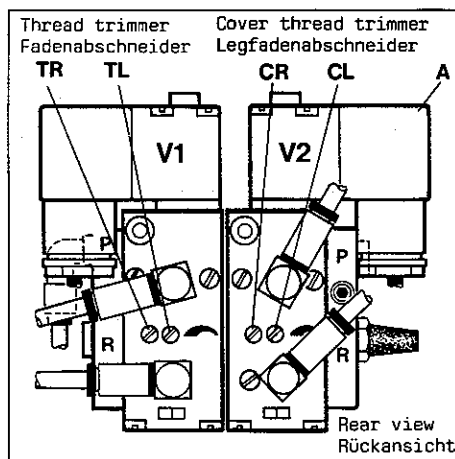
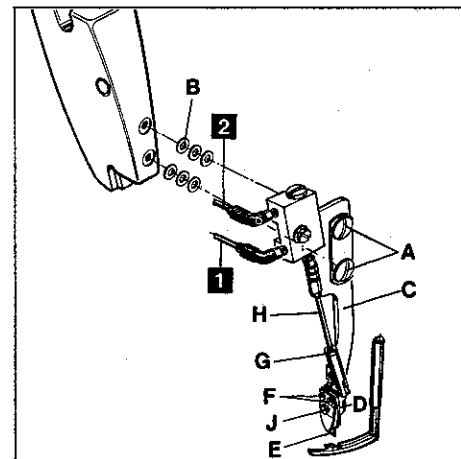

Fig. 62
Fig. 63
6.1 Keep power and air supply of cover thread trimmer disconnected by loosening the securing screw and pulling-out plug (A, Fig. 62) on valve (V2) and by disconnecting the PA-tubes (1 and 2, Fig. 63) on the air cylinder of the trimmer. Insert the ten prong plug of the thread trimmer drive on the motor. Switch-on the motor. Switch-on the air supply on toggle lever valve under the table board. Sew and cut the looper and the needle threads with fabric under the presser foot. The machine stops with needles in up position. Switch-off motor and air supply.
Hint: Also with the cover thread trimmer not yet assembled to the head cover, the needles can be set to up position as described. Assemble the cover thread trimmer with two screws (A, Fig. 63) and four or six washers (B) on the head cover (K) of the machine. Use the washers only in pairs and only so many that the holder (C) of the cover thread trimmer will not contact the head cover (K). Temporarily only snug screws (A) and make sure that the cover thread trimmer does not damage the spreader.
6.1 Trennen Sie den Legfadenabschneider von der Strom- und Luftzufuhr durch Lösen der Sicherungsschraube und herausziehen des Steckers (A, Fig. 62) am Ventil (V2) und durch Lösen der PA-Schläuche (1 und 2, Fig. 63) am Luftzylinder des Abschneiders. Stecken Sie den 10 poligen Stecker des Fadenabschneider-Antriebs am Motor ein. Schalten Sie den Motor ein. Schalten Sie die Luftzufuhr am Kipphebelventil unter der Näh Tischplatte ein. Nähen Sie und schneiden Sie den Greifer- und die Nadelfäden im Stoff ab. Die Maschine näht mit den Nadeln in Hochstellung. Schalten Sie Motor und Luftzufuhr aus.
Hinweis: Auch wenn der Legfadenabschneider noch nicht am Kopfdeckel angebracht ist, können die Nadeln, wie beschrieben, in Hochstellung gebracht werden. Montieren Sie den Legfadenabschneider mit zwei Schrauben (A, Fig. 63) und vier oder sechs Scheiben (B) an den Kopfdeckel (K) der Maschine. Verwenden Sie die Unterscheiben nur paarweise und nur so viele, daß der Halter (C) des Legfadenabschneiders am Kopfdeckel (K) nicht anliegt. Ziehen Sie die Schrauben (A) vorerst nur leicht an und achten Sie darauf, daß der Legfadenabschneider den Leger nicht beschädigt.
6.2 Loosen the two screws (F, Fig. 63), fastening the trimmer to holder (C) and set it so that it clears the spreader with sewing thread size. Rotate the pulley manually several times when making this adjustment and check the clearance of the trimmer to spreader and needle holder. Retighten screws (F).
6.3 The tip of the movable thread catch knife (D, Fig. 63) should be flush with the fixed knife (E). For adjustment loosen nut (G) and turn connecting rod (H) accordingly. Use two open-end wrenches with 4 mm (5/32 in.) size of jaw for making this adjustment. Retighten nut (G).
6.4 The clamping pressure for the top cover thread and the cutting pressure of the knives can be adjusted with screw (J, Fig. 63) if required. Reconnect the cover thread trimmer to power and air supply.
6.2 Lösen Sie die beiden Schrauben (F, Fig. 63) mit denen der Abscheider am Halter (C) befestigt ist und stellen Sie ihn so, daß er zur Legerspitze mit Nähgarnstärke freigeht. Drehen Sie bei dieser Einstellung die Handrad-Riemenscheibe mehrmals von Hand durch und überprüfen Sie die Freigängigkeit des Abschneiders zum Leger und zum Nadelkopf. Ziehen Sie die Schrauben (F) wieder an.
6.3 Die Spitze des beweglichen Fadenfängermessers (D, Fig. 63) soll mit dem feststehenden Messer (E) bündig sein. Zur Einstellung lösen Sie die Mutter (G) und drehen die Schubstange (H) entsprechend. Verwenden Sie zur Einstellung zwei Gabelschlüssel mit 4 mm Schlüsselweite. Ziehen Sie die Mutter (G) wieder an.
6.4 Der Klemmdruck für den Oberlegfaden und der Schneiddruck der Messer kann, bei Bedarf, mit der Schraube (J, Fig. 63) eingestellt werden. Schließen Sie den Legfadenabschneider wieder an der Strom- und Luftzufuhr an.
The speed for the movement of the thread trimmer mechanism to the left for cutting is regulated with screw (TL, Fig. 62) and the speed for the movement to the right in home position is regulated with screw (TR) on valve (V1).
The speed for the movement to open the movable thread catch knife on the cover thread trimmer is regulated with screw (CL, Fig. 62) and the movement for clamping and cutting the thread is regulated with screw (CR) on valve (V2).
Die Geschwindigkeit für die Bewegung des Fadenabschneidermechanismus nach links zum Schneiden wird mit der Schraube (TL, Fig. 62) und für die Bewegung nach rechts in die Ruhestellung mit der Schraube (TR) am Ventil (V1) reguliert.
Die Geschwindigkeit für die Bewegung zum Öffnen des beweglichen Fadenfängermessers am Legfadenabschneider wird mit der Schraube (CL, Fig. 62) und die Bewegung zum Klemmen und Abschneiden des Fadens mit der Schraube (CR) am Ventil (V2) reguliert.